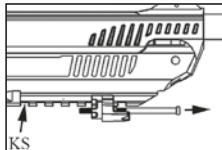
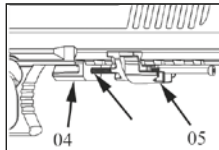

Рисунок 9
Рисунок 10
Как указано на (Рисунке 8.), вставьте винт за номером «05» на растяжной части за номером «03», соблюдая соответствующих направлений, так, что конец винта вышел на 7-8 мм. Растяжная часть за номером «03», которая изготовлена согласно (Рисунку 8.), должна быть размещена в нижний пикантин пистолета, как указано на (Рисунке 9.); здесь тоже надо соблюдать соответствующие направления, так, что головка винта должна быть в направлении выстрела с пистолета. Как указано на (Рисунке 10.), привинчивание к части за номером «03» должно быть выполнено так, что конец винта за номером «05» был вставлен в отверстие, которое находится на часть за номером «04»; здесь следует соблюдать за тем, что он был вставлен в последнее отверстие пикантин канала (Рисунок 9.) (KS), в противном случае, сборка не будет успешной (Рисунок 10). Как указано на (Рисунке 11.), сборка выполняется так, что каналы бокового рукава за номером «02» вошли внутри конических каналов, которые указаны стрелкой рукава за номером «06». Затем, как указано на (Рисунке 12.), вставляется и второй рукав.